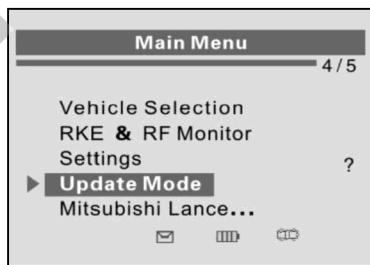

Рисунок 4-1
- 2) С помощью **кнопок прокрутки вверх/вниз** выберите пункт **Update Mode [Режим обновления]** в **главном меню** (см. рисунок 4-1), а затем нажмите кнопку **Y**.